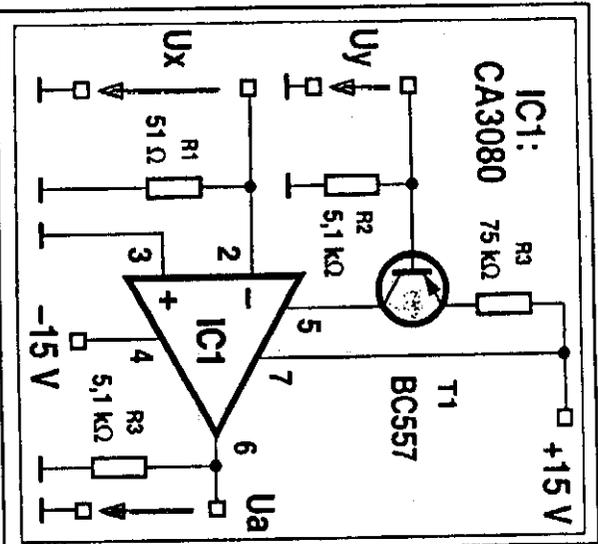

Bild 97: Bei diesem Modulator wird die Verstärkung über den Vorstrom von T1 beeinflusst.
■ Um das zu realisieren, gibt es ganz unterschiedliche Möglichkeiten (u.a. Röhren oder MOSFETs mit mehreren Steuerelektroden). Aber auch mit OpAmps läßt sich so etwas bewerkstelligen, beispielsweise mit Hilfe eines Modulators, wie ihn Bild 97 zeigt. Hier spielt ein sogenannter OTA die Hauptrolle, ein *Operational Transconductance Amplifier* (vgl. E-4-M 2/86 und Tabelle 3 im vierten Teil).